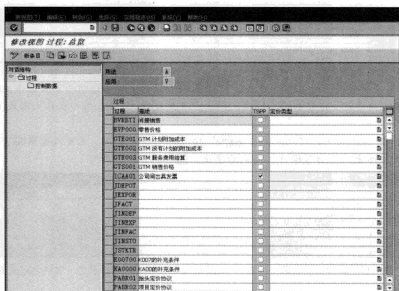

图 8-53 “修改视图过程总览”界面
STEP 2 从中选择“维护定价过程”选项，弹出“修改视图 过程：总览”界面，如图 8-53 所示。
STEP 3 从图 8-53 中可以看到, 针对每个定价过程, 都会选择具体的定价类型。在此选择某条定价过程, 然后双击左树中的“控制数据”选项, 弹出“修改视图 控制数据: 总览”界面, 如图 8-54 所示。